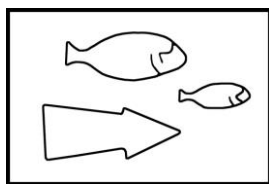
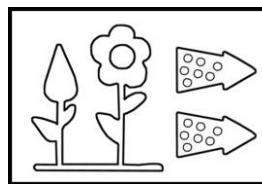

Fig 4
Fig 5
- Rimuovere il tubo flessibile dall'attacco sul filtro Fig. 4 (freccia lontana dal filtro, pesci raffigurati) e collegarlo al terzo attacco del filtro Fig. 5 (freccia lontana dal filtro, fiore raffigurato).